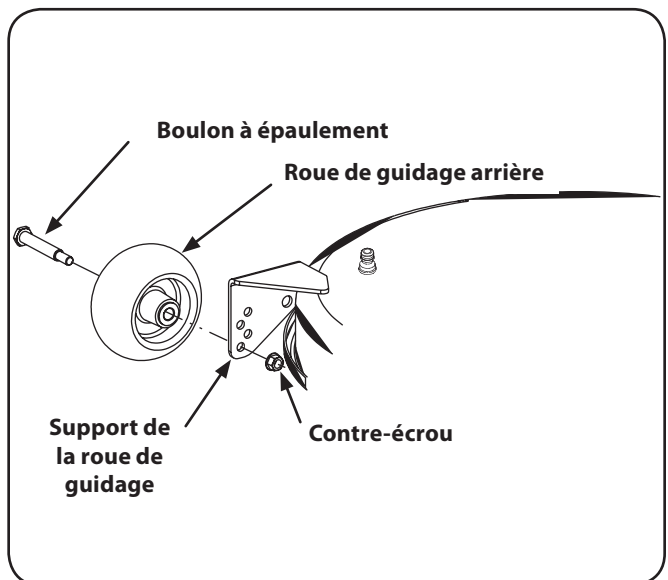

Figure 6-9 (42 po illustrée)
2. Enlevez le contre-écrou qui maintient l'une des vis à épaulement sur le plateau de coupe. Démontez la roue de guidage et la vis à épaulement. Voir la Figure 6-9.